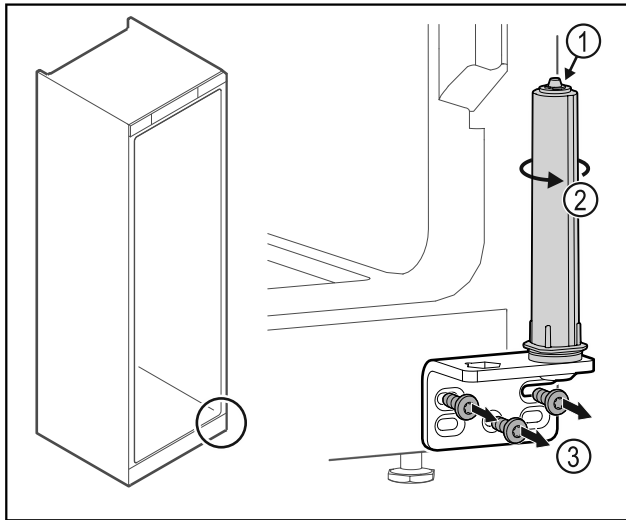

Fig. 37
- Не розбирати систему закриття дверей Fig. 37 (1).
- Повертати систему закриття Fig. 37 (2) до кляцання.
- Відкрутити шарнірний кутик Fig. 37 (3).